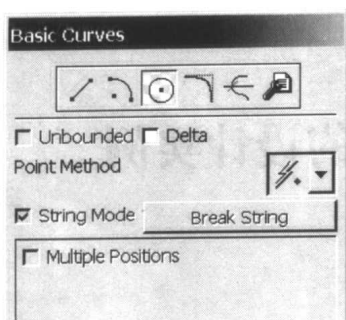

图 1-2 生成圆弧 1
(1) 利用 Basic Curves→Circle, 以原点为圆心生成一直径 $D=40\text{mm}$ 的圆, 如图 1-2 所示。